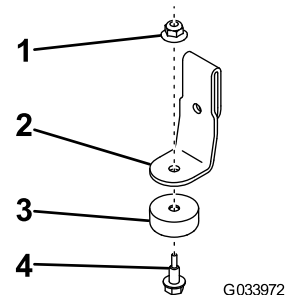

Рисунок 1
1. Прикрепите амортизатор к креплению ограничителя при помощи болта с буртиком и контргайки (Рисунок 1).